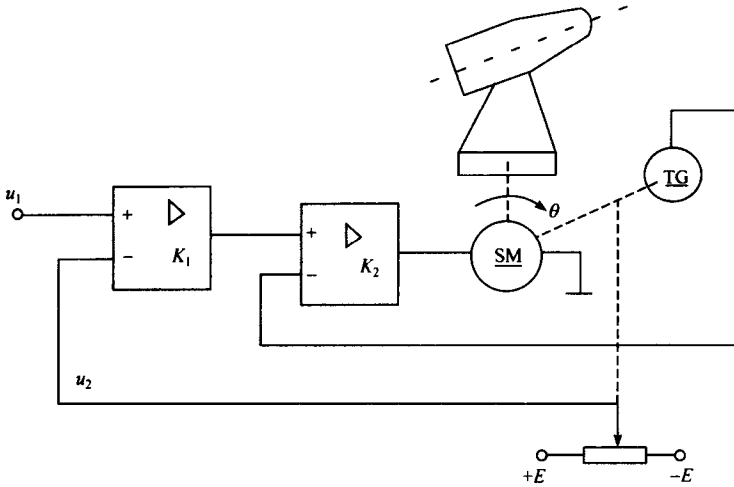

图 1-5 导弹发射架自动定位系统
1. 图 1-5 所示为导弹发射架的自动定位系统。指出参考输入、被控变量、执行元件、测量元件和反馈补偿元件,并绘出系统元件框图。该系统是定值控制系